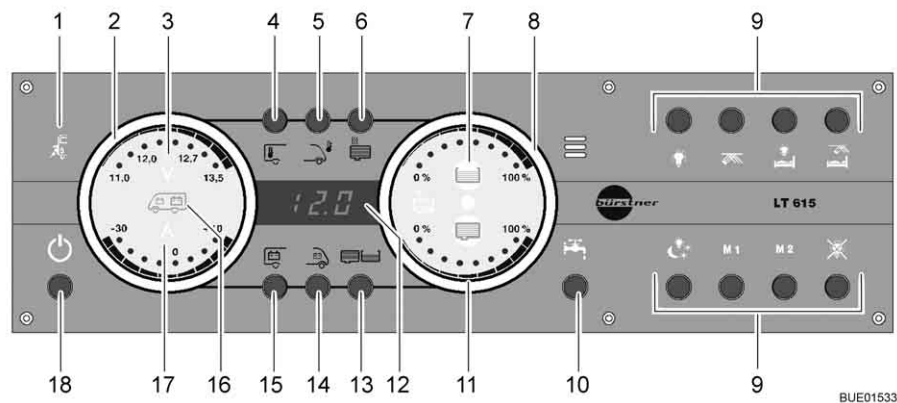

Bild 154 Panel LT 615
Die 230-V-Kontroll-Leuchte (Bild 154,1) leuchtet, wenn am Eingang des Elektroblocs Netzspannung vorhanden ist. Die Batterien werden geladen.
Der 12-V-Hauptschalter (Bild 154,18) schaltet das Panel und die 12-V-Versorgung des Wohnraums ein und aus.
- Taste 12-V-Versorgung (Bild 154,18) kurz drücken. Die 12-V-Versorgung des Wohnraums ist eingeschaltet. Die Kontroll-Anzeige "12 V" leuchtet.
- ▷ Wenn nach dem Einschalten die LED "11,0" der Voltanzeige sowie das Symbol Volt "V" (Bild 154,3) im Anzeigeelement Batterien (Bild 154,2) blinken, dann ist die Spannung der Wohnraumbatterie zu gering. Batterie laden.
- ▷ Wenn nach dem Einschalten die Kontroll-Anzeige "12 V" und das Symbol Volt "V" (Bild 154,3) dreimal blinken, dann ist die Batterietrennung aktiviert. Batterietrennung deaktivieren.
- ▷ Wenn das Panel ausgeschaltet ist und das Symbol "V" (Bild 154,3) rot blinkt, dann ist die Batterie entladen. Um die Batterie vor Tiefentladung zu schützen, kann das Panel dann nicht eingeschaltet werden. Batterie so schnell wie möglich laden.
- Taste 12-V-Versorgung (Bild 154,18) kurz drücken. Die 12-V-Versorgung des Wohnraums ist ausgeschaltet. Die Kontroll-Anzeige "12-V-Versorgung" erlischt.
- Taste Wohnraumbatterie (Bild 154,15) drücken und ca. 10 Sekunden lang gedrückt halten. Das Symbol Volt "V" (Bild 154,3) und die Kontroll-Anzeige "12 V" blinken dreimal. Die Wohnraumbatterie ist vom 12-V-Bordnetz getrennt.
- Taste 12-V-Versorgung (Bild 154,18) drücken und ca. 5 Sekunden lang gedrückt halten. Das Symbol Volt "V" (Bild 154,3) und die Kontroll-Anzeige "12 V" blinken dreimal. Die Wohnraumbatterie ist mit dem 12-V-Bordnetz verbunden. Die Kontroll-Anzeige leuchtet nach ca. 5 Sekunden.
- Taste Wohnraumbatterie (Bild 154,15) drücken. Das Symbol Volt "V" (Bild 154,3) leuchtet. Das Symbol Ampere "A" (Bild 154,17) leuchtet je nach Ladung oder Entladung weiß bzw. rot. Die Batteriespannung und der Strom der Wohnraumbatterie werden über die LEDs im Anzeigeeinstrument angezeigt. Die Restkapazität der Wohnraumbatterie wird auf dem Display in Prozent angezeigt.
- Taste Starterbatterie (Bild 154,14) drücken. Das Symbol Volt "V" (Bild 154,3) leuchtet. Die Batteriespannung der Starterbatterie wird über die LEDs im Anzeigeeinstrument angezeigt.
Anzeigen: ■ Taste Tanks (Bild 154,13) drücken. Die Symbole Wassertank (Bild 154,7) und Abwassertank (Bild 154,11) leuchten. Die Füllstände des Wassertanks (obere Skala) und des Abwassertanks (untere Skala) werden über die LEDs im Anzeigeeinstrument angezeigt.
Das Symbol Wassertank (Bild 154,7) oder das Symbol Abwassertank (Bild 154,11) blinkt, wenn der Wassertank leer oder der Abwassertank voll ist.
Über die Digitalanzeige (Bild 154,12) lassen sich die Innentemperatur und die Außentemperatur in °C anzeigen.
- Taste Innenraumtemperatur (Bild 154,4) drücken. Die Innentemperatur wird angezeigt.
- Taste Außentemperatur (Bild 154,5) drücken. Die Außentemperatur wird angezeigt.